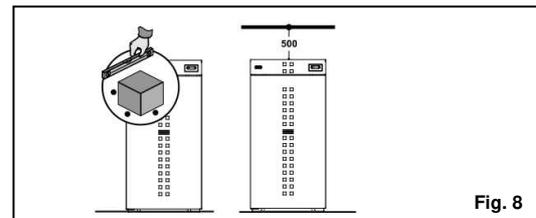

Fig. 8
• Ripiani o mensole al disopra della caldaia dovranno essere collocate ad una distanza superiore a 500mm (fig.8).